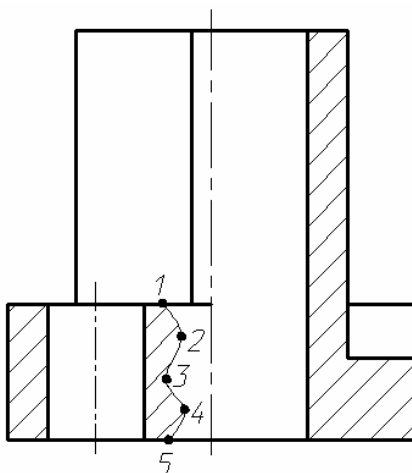

Рис. 21. Построение сплайна
Построим сплайн (рис. 21).
6. Для завершения построения нажмем на клавиатуре три раза клавишу **Enter**. Прорисуются волнистая линия, как на рис. 21.